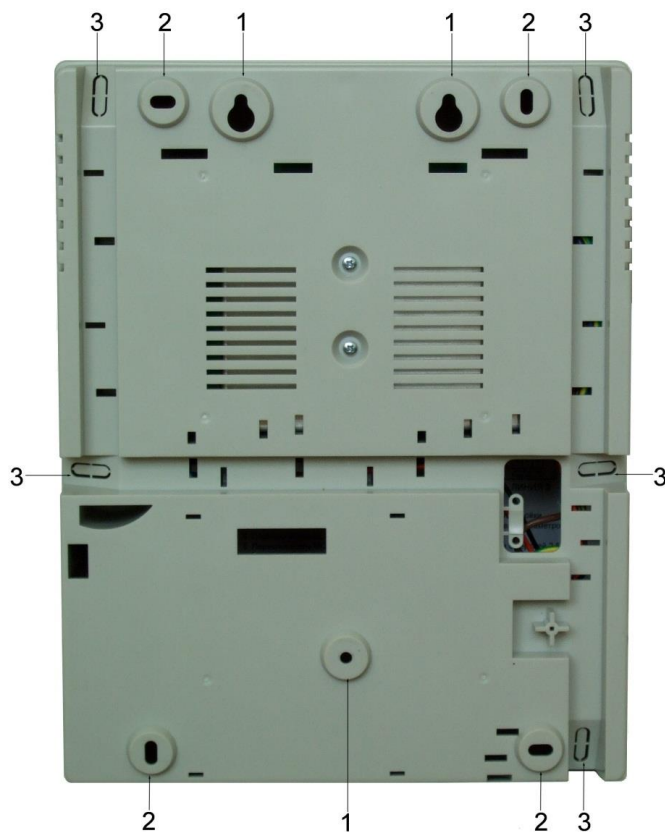

Рисунок 6. Монтажные отверстия
При этом используются отверстия (1) (рисунок 6). Корпус монтируется на саморезы и дюбели, установленные на одной горизонтали на расстоянии 80 мм. После этого корпус закрепляется через нижнее отверстие, которое находится за аккумулятором резервного питания.